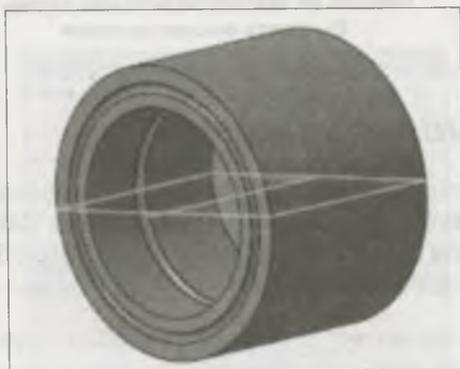

Рис. 19.35. Модель стакана с канавками
- ◆ нажмите кнопку **Создать объект** — система вырезала в модели отверстие заданной формы (рис. 19.35). В **Дереве** модели появился элемент **Вырезать по траектории** со своей пиктограммой — .